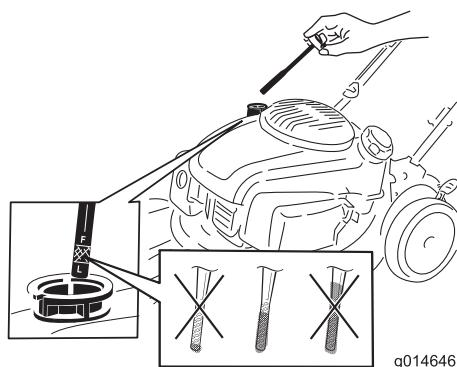

Figura 5
1. Retire la varilla (Figura 5).
2. Vierta aceite **lentamente** por el tubo de llenado hasta que el nivel de aceite llegue a la marca de Lleno de la varilla (Figura 5). **No llene demasiado.** (Capacidad máxima: 0.65 L, tipo: aceite detergente 10W-30 o SAE 30, con clasificación de servicio API, SJ, o superior.)
Nota: Cada vez que compruebe el nivel de aceite, retire la varilla y límpielala, introduzcala en el cuello de llenado de aceite (**sin enroscarla**), luego retírela de nuevo y compruebe el nivel (Figura 5).